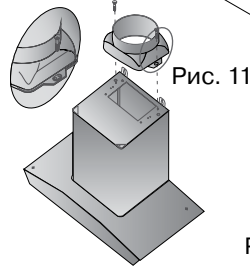

Рис. 11
5. Установите пластмассовый переходной фланец (если он не установлен) на соответствующее место сверху вытяжки с помощью двух шурупов (рис. 11).